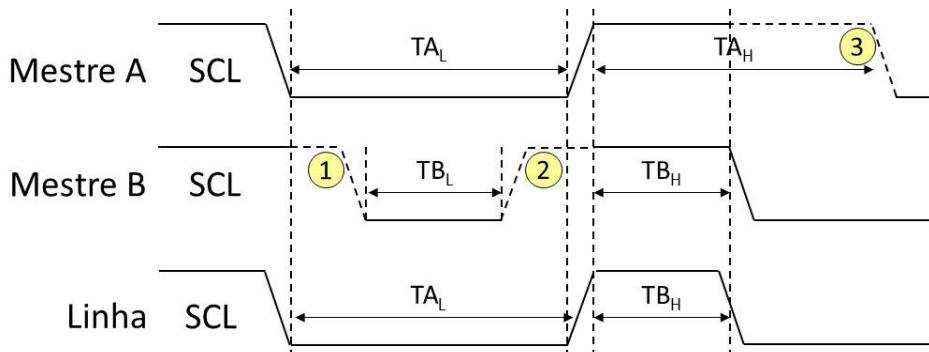

Figura 9.19. Linha SCL: sincronização entre vários mestres.
A lógica a dreno (ou coletor) aberto ajuda a resolver esse problema de forma bem simples. É importante lembrar que uma linha I2C (SDA ou SCL) só está em nível alto se todos os dispositivos a ela conectados colocarem suas saídas em nível alto. Por outro lado, basta um dispositivo colocar sua saída em nível baixo para que a linha I2C (SDA ou SCL) vá para nível baixo. No caso da arbitragem, é importante lembrar da extensão da linha SCL, vista no item 9.2.3 e exemplificado na Figura 9.19.
A explicação a seguir é importante para a arbitragem. Na Figura 9.19 temos dois Mestres, denominados A e B acionando a linha SCL. A figura mostra a intenção de cada mestre e o resultado na linha SCL. O mestre A trabalha com um relógio mais lento que o do mestre B. No início, o mestre A abaixou a linha SCL, já o mestre B pretendia abaixá-la um pouco mais tarde (instante 1). No instante 2, o mestre B quis levantar a linha SCL, mas isso só aconteceu quando o mestre A a levantou. No instante 3, o mestre A pretendia deixar a linha em nível alto por mais algum tempo, mas não pode porque o mestre B a abaixou. Note que o tempo em que a linha SCL ficou em nível baixo foi ditado pelo mestre mais